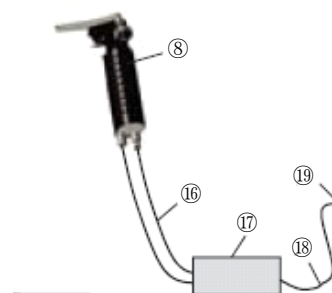

図 1**
- ** 2. 気動式骨パンチに接続する製品の名称 (図 1)